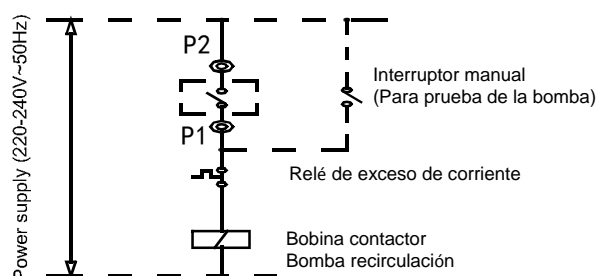

Fig.5-3
- Paso 11. La conexión de los cables de la bomba de recirculación se realizará a los terminales P1 y P2 de la unidad principal (Maestra), a través de un contactor externo, tal y como se muestra en la Fig. 5-3.